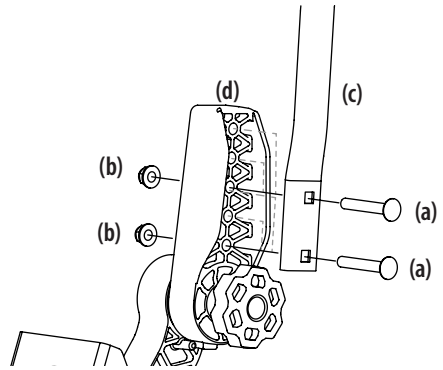

Figura 7
1. Extraiga los dos tornillos de carro (a) y las dos tuercas de seguridad con brida (b) que sujetan la palanca de control de la transmisión de barra de seguridad (c) hasta el regulador de palanca superior (d). Consulte la Figura 7.
2. Mueva la palanca de control de la transmisión de barra de seguridad hasta una de las tres alturas disponibles y sujétela en su lugar con los tornillos del carro y las tuercas de seguridad con brida. Consulte la Figura 7.
4. Si las palancas de control no se alinean después de ajustar la perilla, afloje las tuercas (b), alinee las palancas de control y vuelva a apretar las tuercas. Una vez que se realiza este ajuste fino, las palancas de control se alinearán al usar el ajuste de la perilla. Consulte la Figura 7.